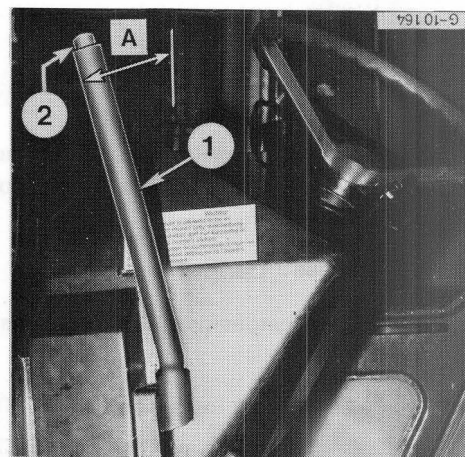

Figure 92
Lorsque le réglage est correct, le levier (1) Fig. 92 doit avoir une course libre (A).